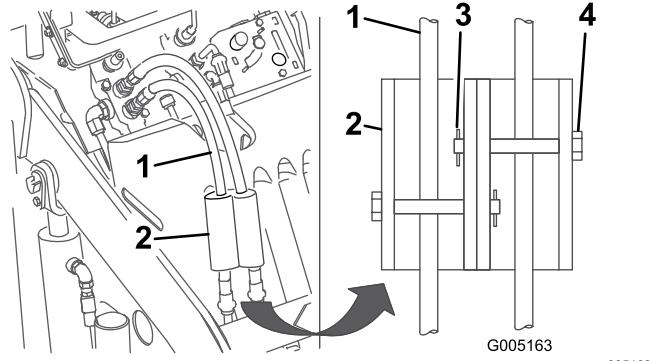

Bild 23
7. Montieren Sie die Zylinderschlösser über die Hydraulikschläuche und befestigen Sie diese mit den Lastösenbolzen und den Splints (Bild 23).